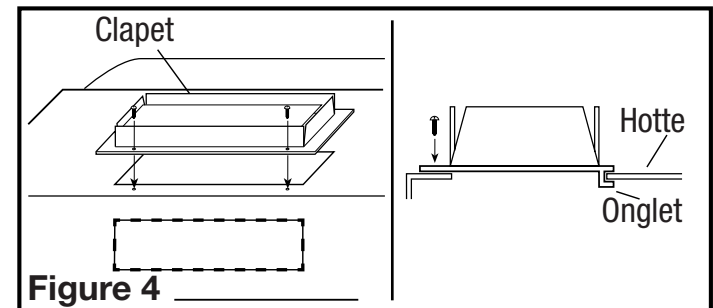

Figure 4
- Installer l'assemblage de clapet à la hotte en glissant la section à onglets du l'adaptateur sous le corps de la hotte et en vissant les deux vis fournies. À l'aide de ruban adhésif approuvé, appliquez autour du col pour sceller les fuites d'air (**Figure 4**).